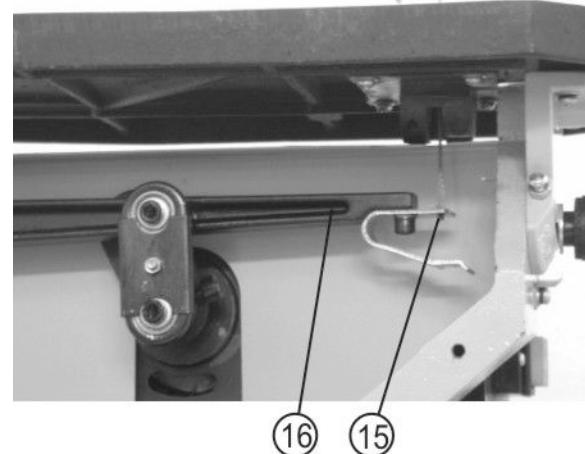
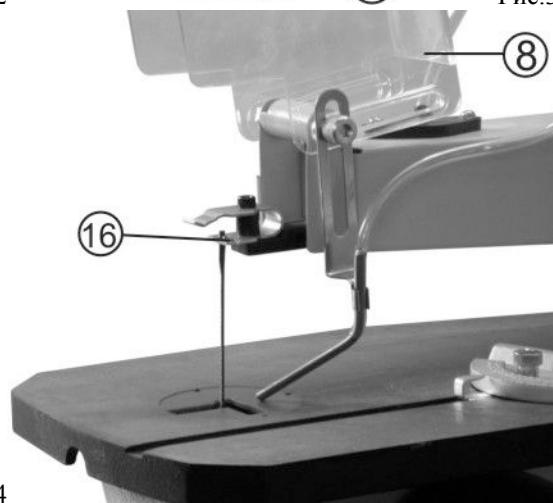

Рис.3
Рис.4
- 9.3. Поднимите в верхнее положение ограждение пильного полотна (8), Рис. 4.
- 9.4. Приложив слабое давления вниз на верхний рычаг, чтобы освободить пильное полотно, вытащите нижнюю часть пильного полотна, потянув его на себя из нижнего держателя (15) нижнего рычага (16), Рис.3. Затем вытащите пильное полотно (7) из верхнего держателя (17) верхнего рычага (18), Рис.4.